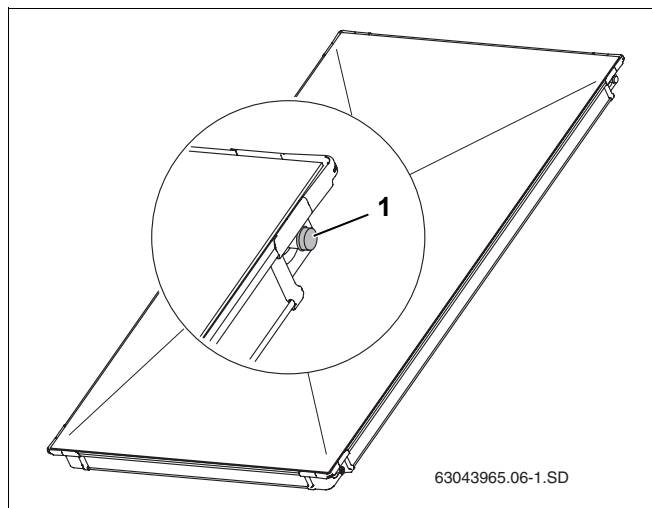

Fig. 5 Capace din plastic pe racordurile colectorilor
- Indepărtați capacele din material plastic (Fig. 5, **Poz. 1**) înainte de montaj.